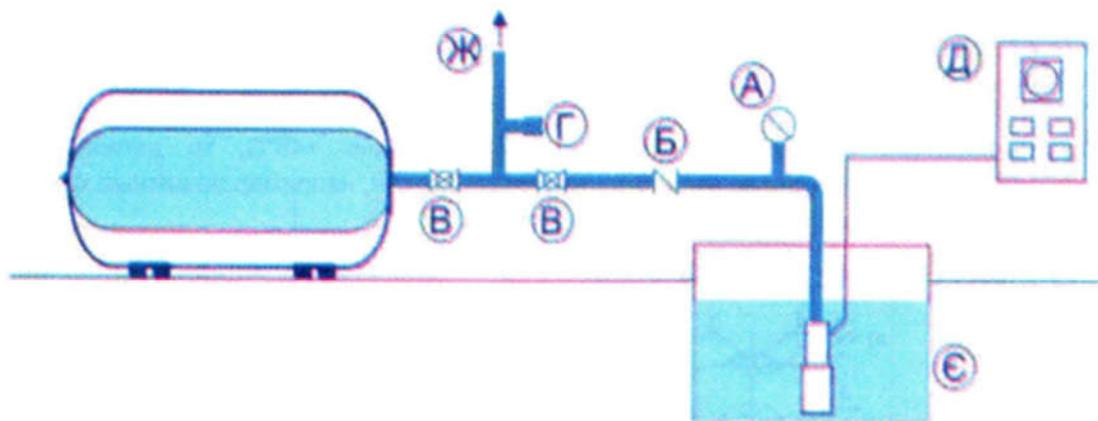

Рис. 3 Схема системы водоснабжения с гидроаккумулятором
- Монтаж гидроаккумулятора в систему водоснабжения рекомендуется проводить по схеме, приведённой на рис. 3